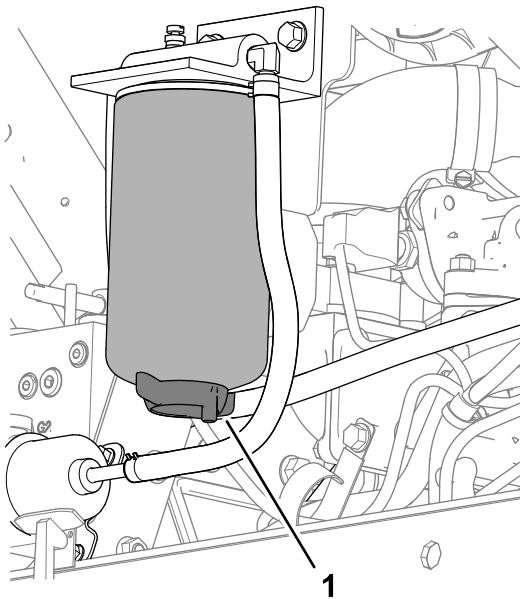

Bild 117
3. Stellen Sie eine Auffangwanne unter den Kraftstoff-Wasserabscheidefilter (Bild 117).